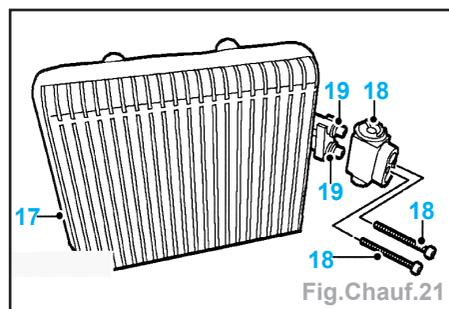

Fig.Chauf.21
- Dégager le tuyau (16) du thermostat et le mettre sur le côté.
- le faisceau tubulaire (17) de l'évaporateur (Fig.Chauf.21),
- les 2 vis Allen (18) du détenteur thermostatique TXV et déposer ce dernier,
- les 2 joints toriques (19) et les jeter.